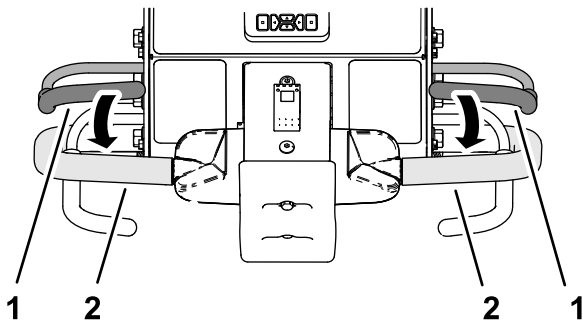

Figura 93
3. Stringete la maniglia destra o sinistra e la barra di presenza dell'operatore (Figura 93) e spingete la barra verso la maniglia.